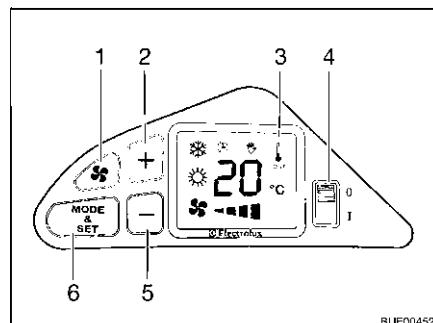

Fig. 135 Elementi di comando
- Posizionare l'interruttore di alimentazione (Fig. 135,4) su "I". Viene indicata la temperatura impostata.
- Impostare la temperatura desiderata con i tasti "+" (Fig. 135,2) e "-" (Fig. 135,5).
- Posizionare l'interruttore di alimentazione (Fig. 135,4) su "0".
- Posizionare l'interruttore di alimentazione (Fig. 135,4) su "I".
- Impostare la velocità dell'aria desiderata con i tasti "x" (Fig. 135,1), "+" (Fig. 135,2) e "-" (Fig. 135,5).
- Premere il tasto "MODE & SET" (Fig. 135,6) finché non appare il simbolo del raffreddamento sul display (Fig. 135,3).
- Premere il tasto "MODE & SET" (Fig. 135,6) finché non appare il simbolo del riscaldamento sul display (Fig. 135,3).